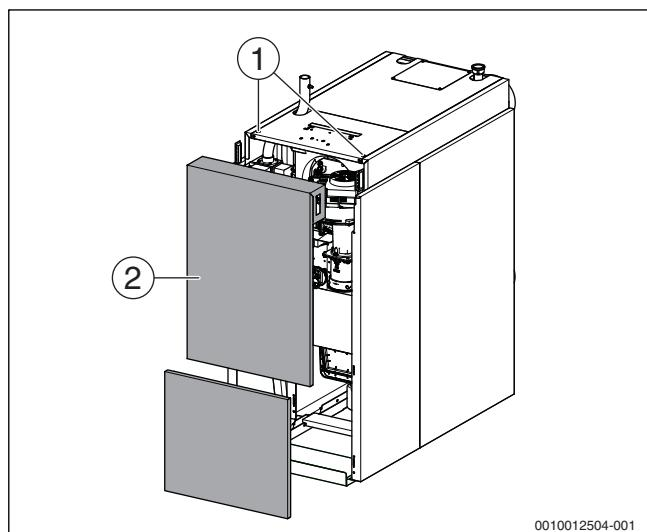

Рис. 32 Снятие передней стенки
- ▶ Поверните стопорные винты (→рис. 32, [1]) на верхней стороне котла подходящим инструментом против часовой стрелки и разблокируйте переднюю стенку котла.
- ▶ Наклоните переднюю стенку котла (→рис. 32, [2]) вперёд и поднимите вверх из нижней направляющей.